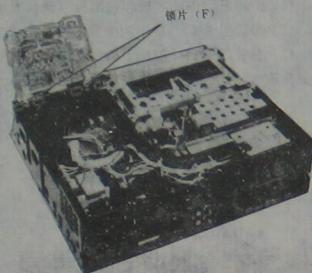

图 1-14 拆卸定时器电路板
(4) 参看图1-14, 抓住两个锁片(F)向外拉, 就可拆卸下定时器电路板。